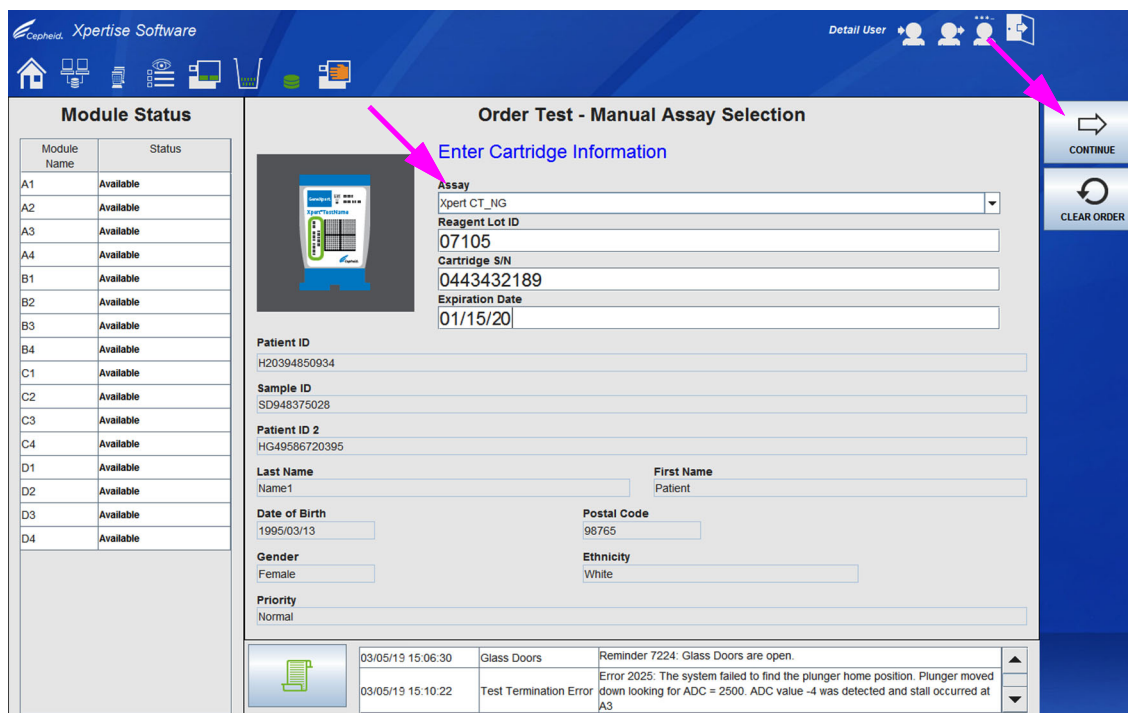
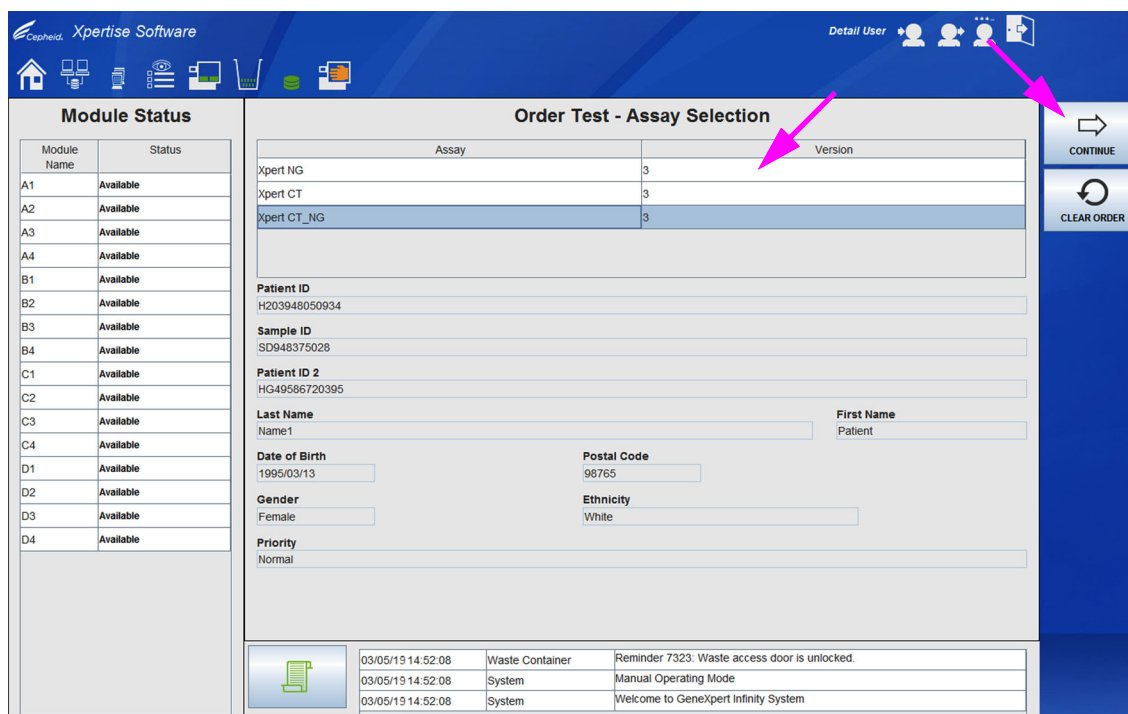

图 5-117. 输入了信息的指令测试 - 手动选择检测法 (Order Test - Manual Assay Selection) 工作区
图 5-118. 指令测试 - 检测法选择 (Order Test - Assay Selection) 工作区
3. 选择**继续 (CONTINUE)** 按钮（请参见图 5-115）。显示指令测试 - 手动选择检测法 (Order Test - Manual Assay Selection) 工作区。请参见图 5-117。
- 在输入所有检测盒信息后选择**继续 (CONTINUE)**按钮（请参见图 5-117）。对于多项测试的检测法，显示指令测试 - 检测法选择 (Order Test - Assay Selection) 工作区（请参见图 5-118）。对于单项测试的检测法，显示指令测试 - 测试信息 (Order Test - Test Information) 工作区。请参见图 5-119。